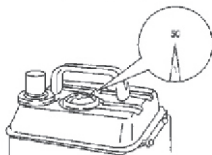

Рис. 2
- В качестве топлива используется смесь масла для двухтактных двигателей и неэтилированного бензина АИ-92 в пропорции 1:32 (Рис. 2).